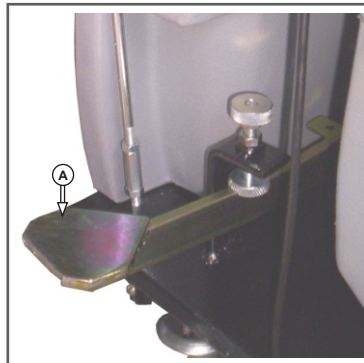

Figura 22
- . Pressione o pedal para baixo e para direita, (**figura 22, letra A**), fazendo isto, a base do motor abaixará, enconstando o acessório (escova ou suporte para disco “com disco”) no piso;